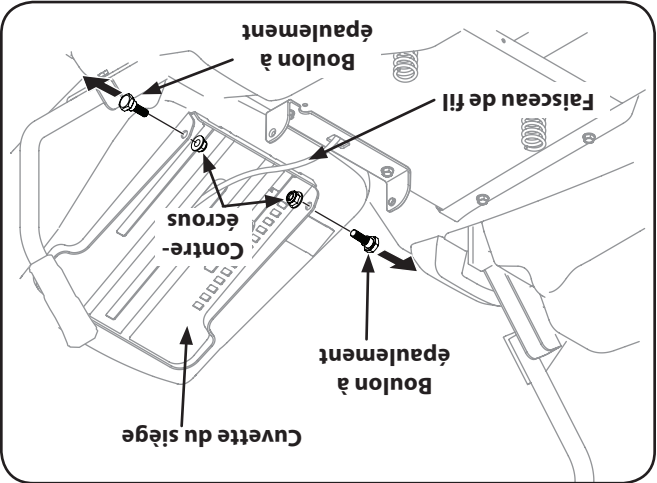

Figure 3-2
2. Enlevez les deux boulons à épaulement et les deux contre-écrous qui se trouvent sur la cuvette du siège, comme à la Figure 3-2.